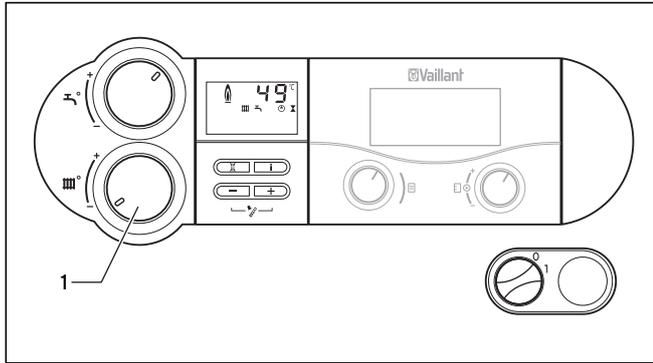

Abb. 6.9 Heizbetrieb ausschalten (Sommerbetrieb)
- Drehen Sie hierzu den Drehknopf (1) (Abb. 6.9) zur Einstellung der Heizungsanlauftemperatur auf Linksanschlag.